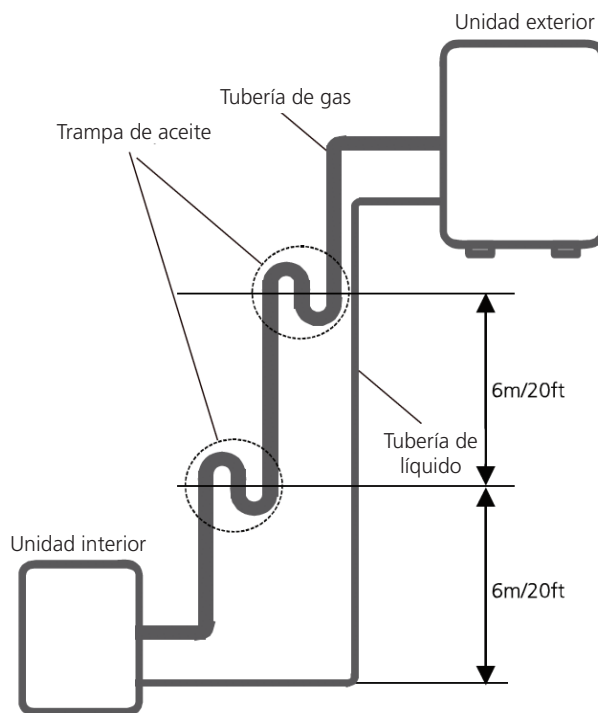

Fig. 6.3
- Se recomienda no aumentar el tamaño de los tubos ascendentes. Procure que el retorno de aceite hacia el compresor sea el adecuado manteniendo para ello la velocidad de succión del gas. Si la velocidad cae por debajo de 7,62m/s (1500fpm [pies por minuto]), el retorno de aceite se verá reducido. Instale una trampa de aceite cada 6 m (20ft) en el tubo ascendente. (Ver **Fig. 6.3**)